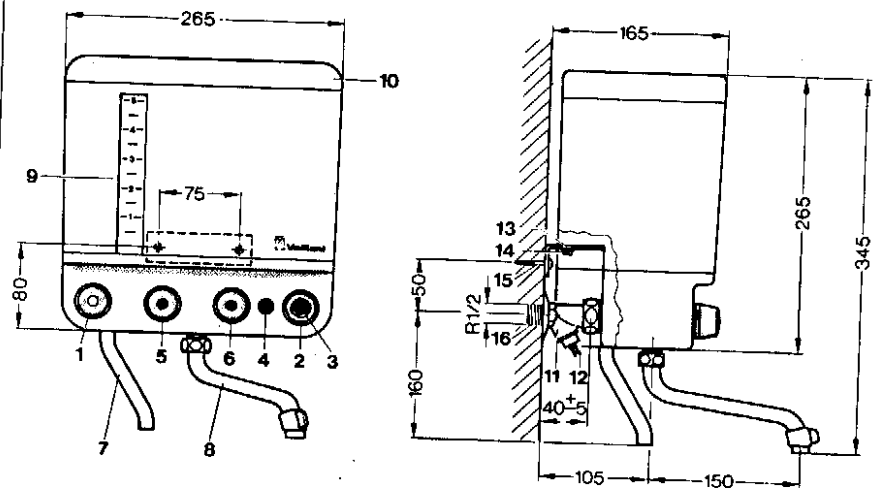

Рис. 1: Устройство и размеры
Вся арматура, с которой соприкасаются при обычном пользовании аппаратом, изолирована от передачи тепла, а бак с водой, переливная труба (7, рис. 1) и поворотный излив (8, рис. 1) могут нагреваться до 100 °C; при кипении воды из переливной трубы (7) может выходить пар.
Если аппарат поврежден - до его подсоединения сообщить поставщику. Как показано на рис. 1, навесить аппарат VEK 5 S на стену вертикально. Для этого к аппарату VEK 5 S прилагается монтажный шаблон.
Объяснить клиенту, что в зависимости от частоты пользования аппаратом и жесткости воды требуется удаление накипи в соответствии с руководством по эксплуатации 83 0171 GUS; но не позднее, чем указатель уровня (9, рис. 1) станет мутным.